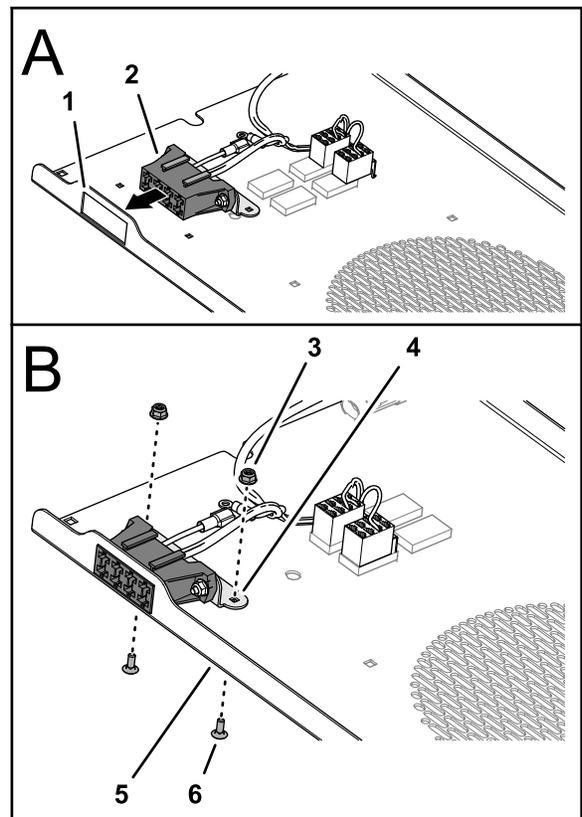

図 7
2. 図 7のように、ヒューズブロックの係合レールを合わせて、ヒューズブロックをスイッチパネルの四角い開口に入れる。
3. ヒューズブロック用マウントの四角い穴を、スイッチばねの四角い穴に合わせる 図 7。
4. ヒューズブロック用マウントをスイッチパネルに組み付ける 図 7 キャリッジボルト#10 x 1/2"4本とフランジロックナット#104個を使用する。